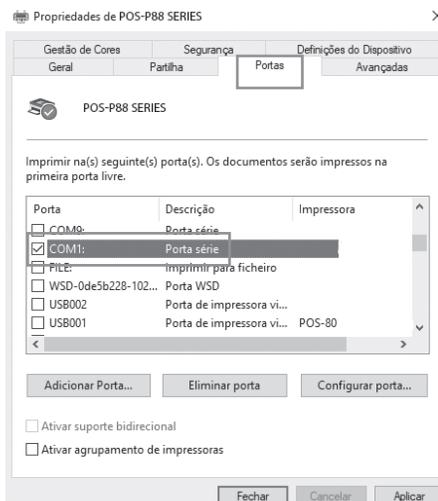

Figura 9
**3.1.2.** Selecione “Portas”, escolha “COM1”, clique em “Configurar Porta”, conforme mostra a seguinte figura. (Ver Figura 9).